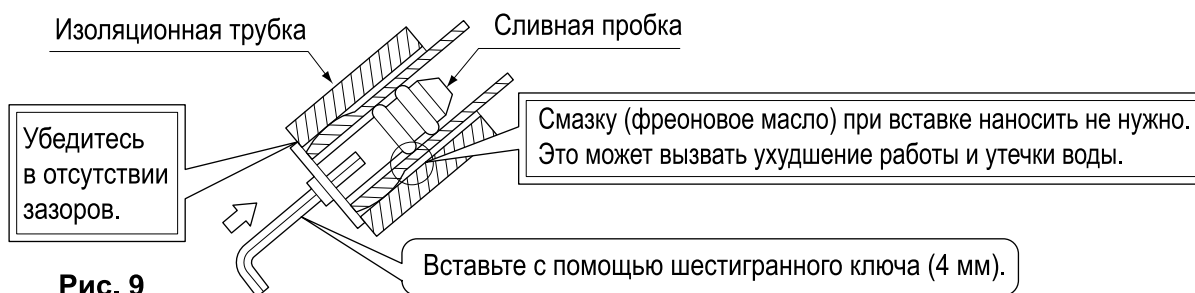

Рис. 9
- Снимите сливную пробку, изоляционные трубки и дренажный шланг с дренажного поддона и переместите их. (См. рис. 9)
- Заблаговременно подсоедините локальный трубопровод хладагента таким образом, чтобы он совпадал с отметками жидкостной трубы и газовой трубы, высеченными на установочную панель (1).